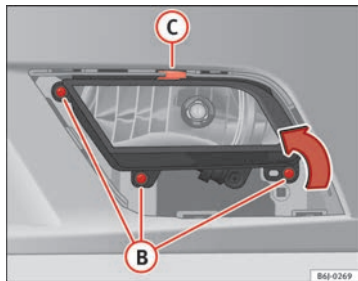

Abb. 162 Nebelscheinwerfer
- Entfernen Sie die Schrauben (3x) ⇒ Abb. 162 (B), um den Nebelscheinwerfer herauszunehmen.
- Ziehen Sie die Metallklammer an der Oberseite des Nebelscheinwerfers zur Außenseite des Fahrzeuges ab ⇒ Abb. 162 (C).